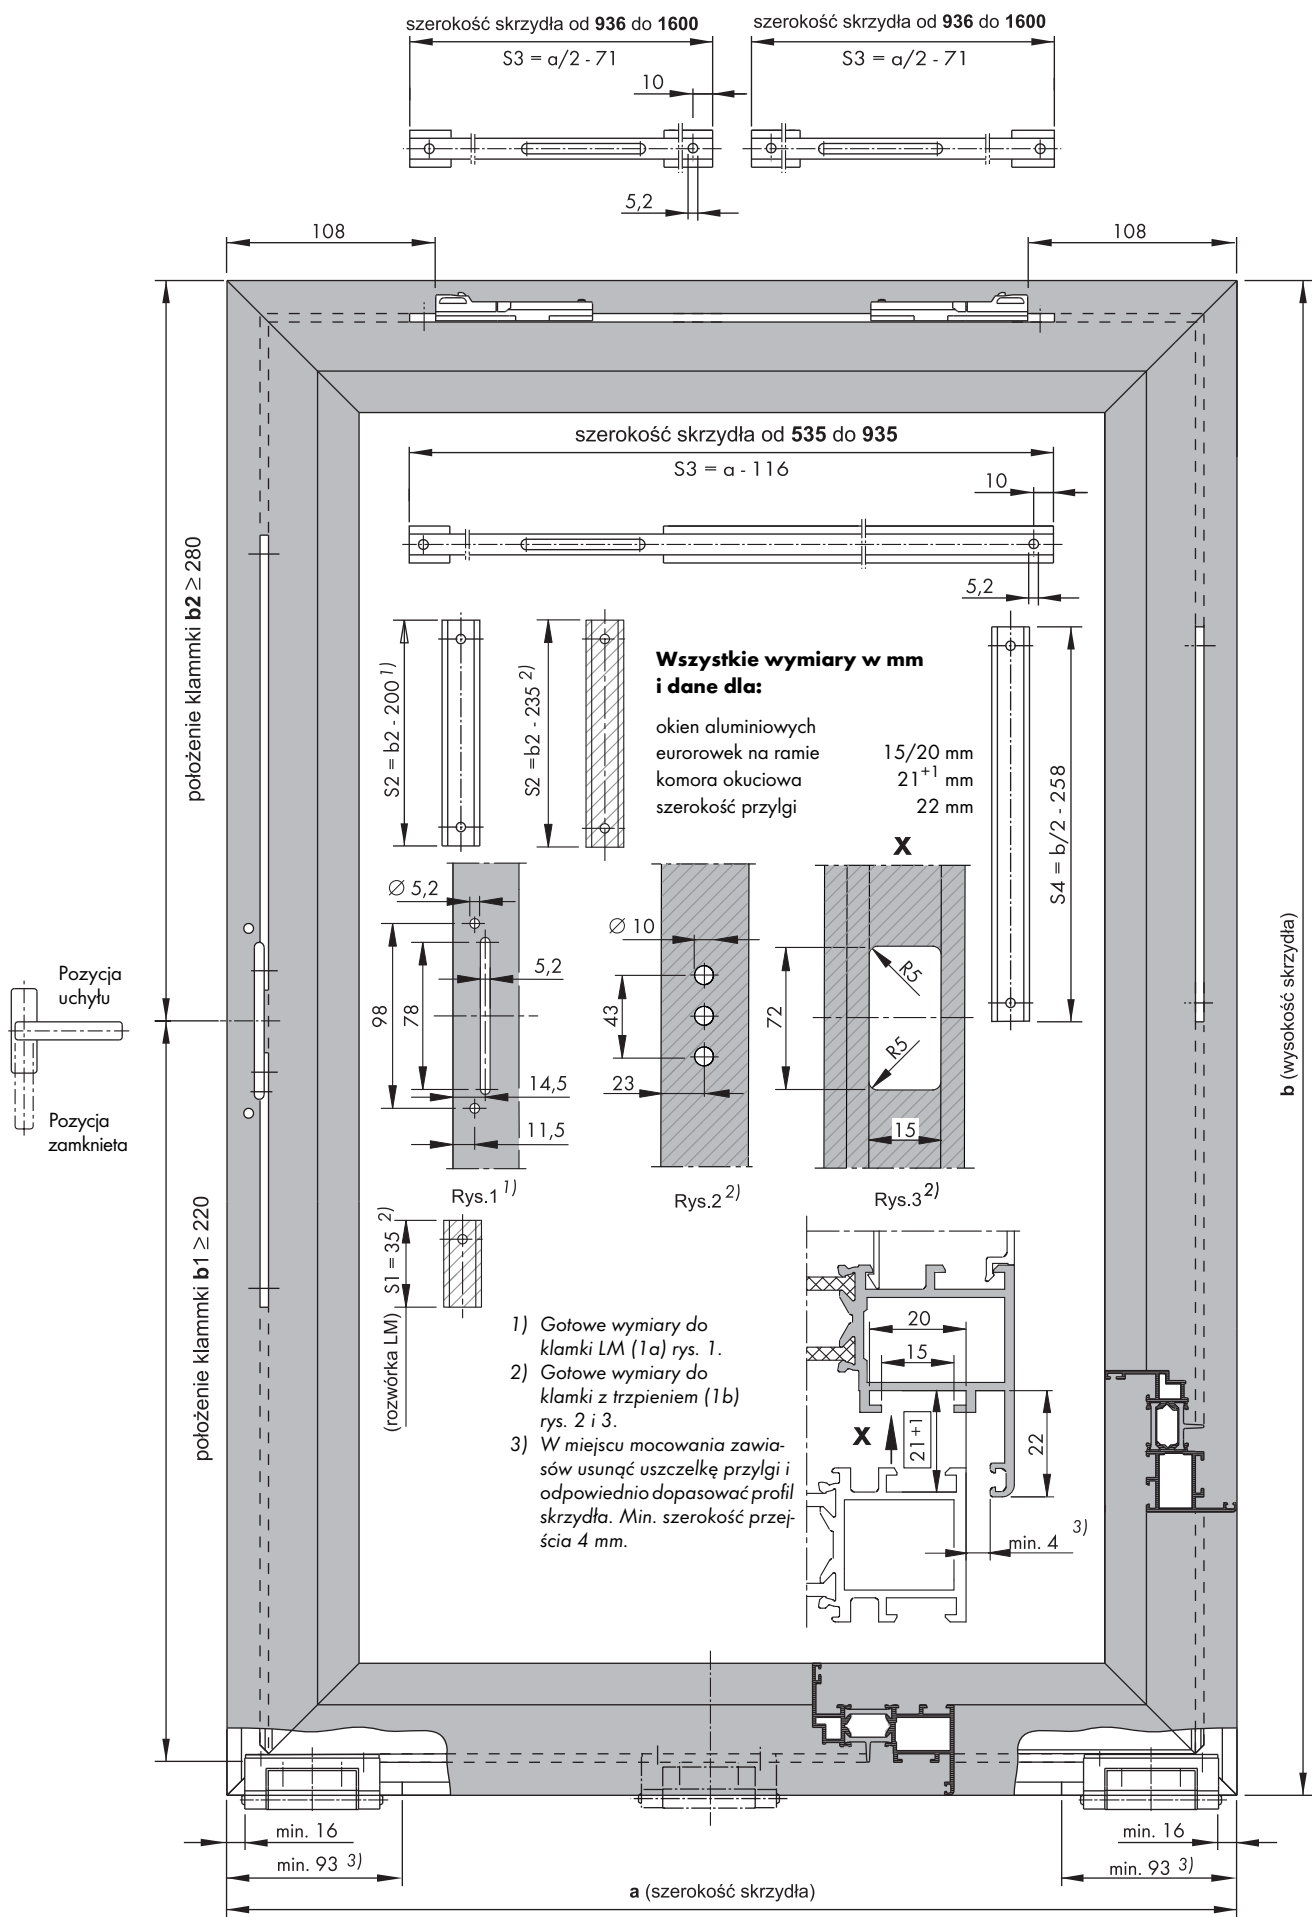

rys. 1
- A** Przesunąć do tyłu odbojnik (**14**) (rys. 1).
- B** Nit z łbem ściętym rozwórki skrzydła uchylnego LM (**15**) umieścić w wyznaczonym miejscu (rys. 1).